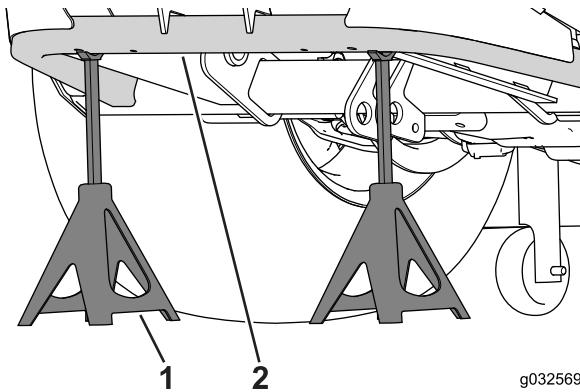

図 76
2. フロアジャッキを使って後輪を床から浮かせ、ジャッキスタンドでフレームを支える図 76。